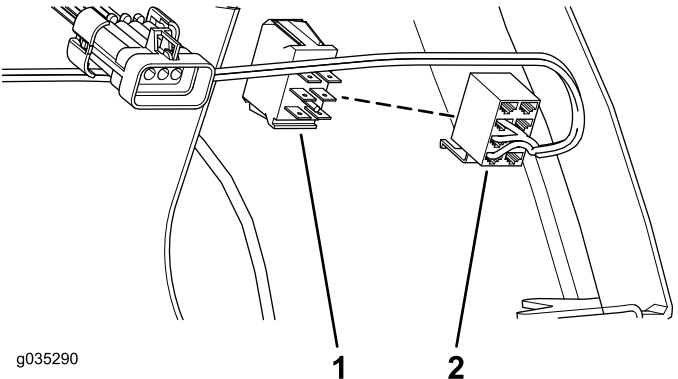

Figura 9
3. Ligue o conector fêmea ligado à cablagem às lâminas do interruptor oscilador (Figura 9).